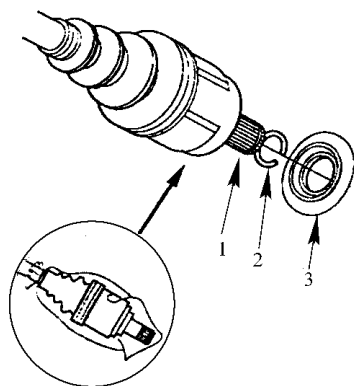

图 5-53 拆卸半轴
31) 如图 5-53 所示, 撬出半轴, 并将它们从差速器上拆下来。给所有的精加工表面涂上干净的发动机机油, 然后, 给半轴的端部套上塑料袋。